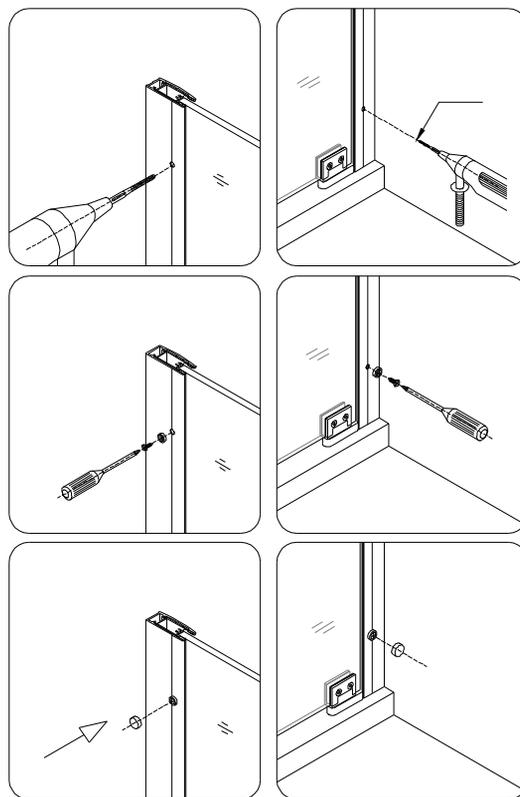

Рис. 22
22. Просверлите отверстия во **Внутренних профилях (02), (04)** сквозь отверстия в **Наружных профилях (01), (05)** используя сверло диаметром $\varnothing=3\text{мм}$.
Закрепите собранную дверь в **Профилях Шурупами с плоской головкой ST4.2x10 (14)** и закройте отверстия **Декоративными колпачками (09)**. Рис. 22